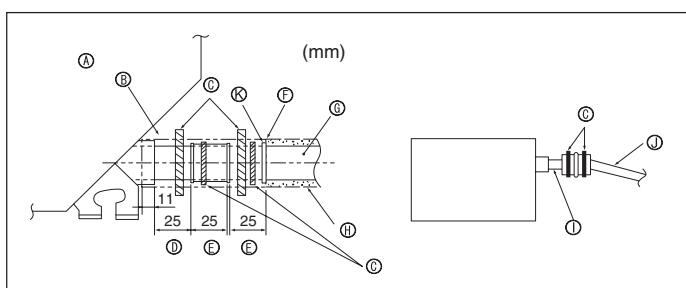

Fig. 5-2
⑬ PVC boru, O.D. Ø32	⑭ Aşağıya doğru meyil (1/100 veya daha fazla)
⑮ Mükemmel olduğu kadar büyük yapınız	⑯ Gruplandırılmış tesisat için O.D. Ø38 PVC boru. (9 mm veya daha fazla izolasyon)
⑰ İç ünite	⑱ 85 cm'ye kadar boru kullanınız
⑲ Gruplandırılmış tesisat için büyük çaplı boru kullanınız	⑲ PVC boru, O.D. Ø32 (1/100 veya daha fazla meyil)
- Drenaj soketini (üniteyle birlikte verilmiştir) drenaj çıkışına bağlayınız. (Fig. 5-2) (Boruyu PVC tutkalla tutturduktan sonra bantlayarak tespit ediniz.)